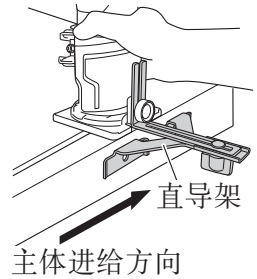

图 23
(3) 如图 23 所示, 将底座组件底部牢牢连接到材料的处理表面。送入木工修边机, 同时使导面保持在材料表面上。